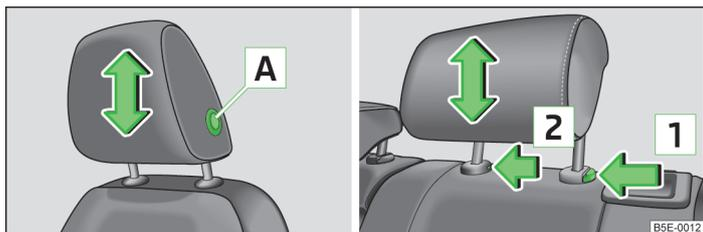

Abb. 49 Kopfstütze: vorn/hinten
- Die **Kopfstütze vorn** seitlich mit beiden Händen fassen, die Sicherungstaste **A** » Abb. 49 drücken und halten und die Kopfstütze verschieben.
- Die **Kopfstütze hinten** seitlich mit beiden Händen fassen und nach oben verschieben » Abb. 49.
- Die Sicherungstaste in Pfeilrichtung **1** » Abb. 49 drücken, gleichzeitig mit einem flachen Schraubendreher mit einer Breite von max. 5 mm die Sicherungstaste in der Öffnung **2** drücken und die Kopfstütze herausziehen.